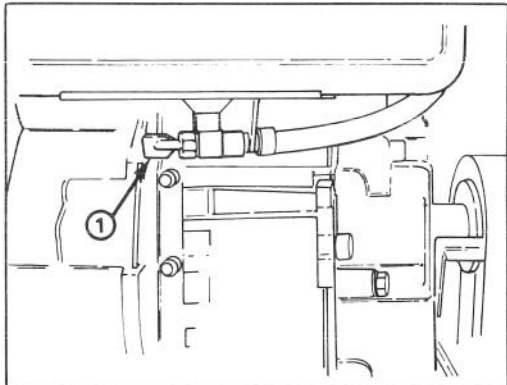

Figure 11
**Valve d'arrêt de carburant** (fig. 11)—Celle-ci se trouve sous le réservoir de carburant. Fermez la valve pour arrêter l'arrivée de carburant du réservoir dans le carburateur et ouvrez-la pour l'effet inverse. Fermez cette valve lorsque la déneigeuse n'est pas en service.
2. Ouvrez la valve d'arrêt du carburant placée sous le réservoir (fig. 11).